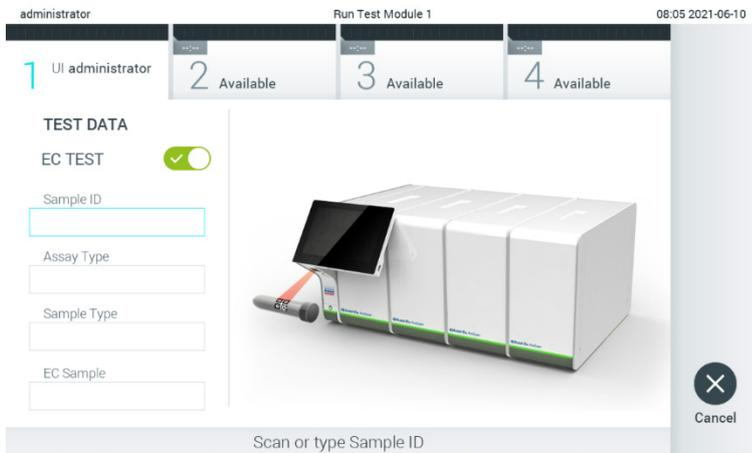

Figura 89. Activación del botón de alternancia EC Test (Prueba de EC) para habilitar una prueba de EC.
2. Active el botón de conmutación EC Test (Prueba de EC) (figura 89).
3. Cuando se le indique, escanee el código de barras del identificador de muestra con el lector de códigos de barras que está integrado en el módulo operativo (figura 89)